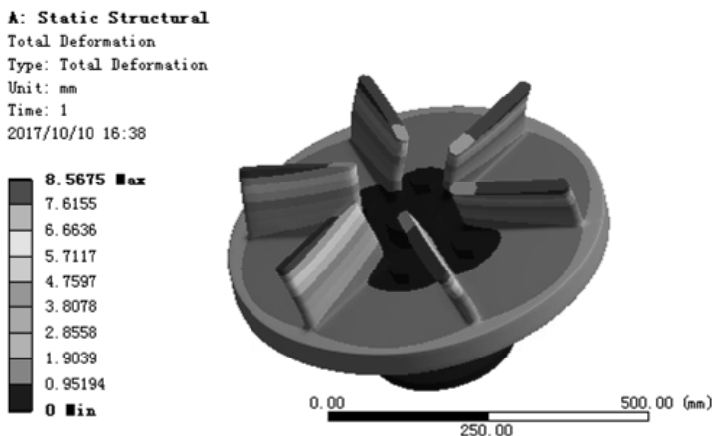

图 7.6.14 位移变形结果图解
(3) 查看位移结果图解。在“Outline”窗口中选中 **Total Deformation**，查看图 7.6.14 所示的位移变形结果，其最大位移为 8.5675 mm。